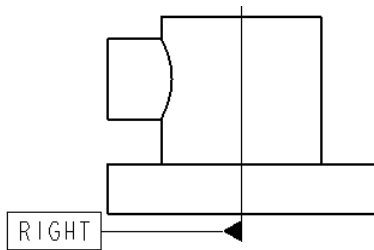

图 5.4.5 基准显示
Step7. 单击 “基准平面开/关” 按钮 , 使其处于弹起状态 (即不显示基准平面), 再在工具栏中单击 “重画当前视图” 按钮 , 可见在工程图中显示基准平面 RIGHT, 如图 5.4.5 所示。